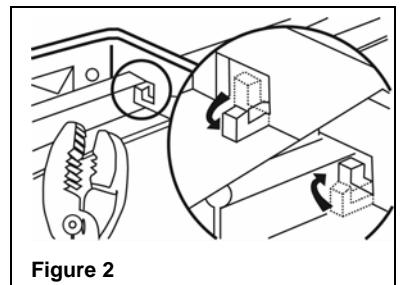

Figure 2
Installation dans un plafond suspendu : Repérer les quatre (4) fentes pour profilés du plafond en T près des extrémités des supports de montage (Voir la Figure 2). Plier les pattes d'ancrage, glisser le support de suspension sur le profilé du T et replier les pattes sur le profilé du T pour fixer solidement. (Voir la Figure 2).